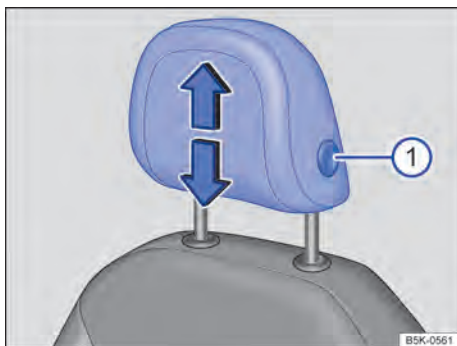

Fig. 45 Ajustar o apoio para cabeça dianteiro.
- Empurrar o apoio para cabeça para cima ou para baixo na direção da seta com o botão ⇒ Fig. 45 ① pressionado ⇒ .